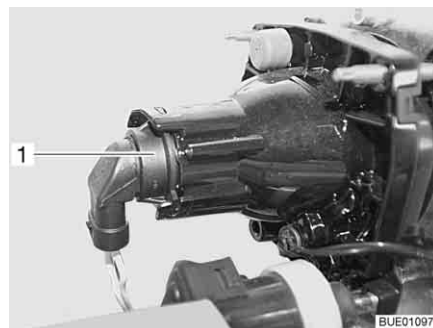

Fig. 256 Feu de croisement/feu de position/feu de route
- Placer la main derrière le support de l'ampoule (Fig. 256,1).